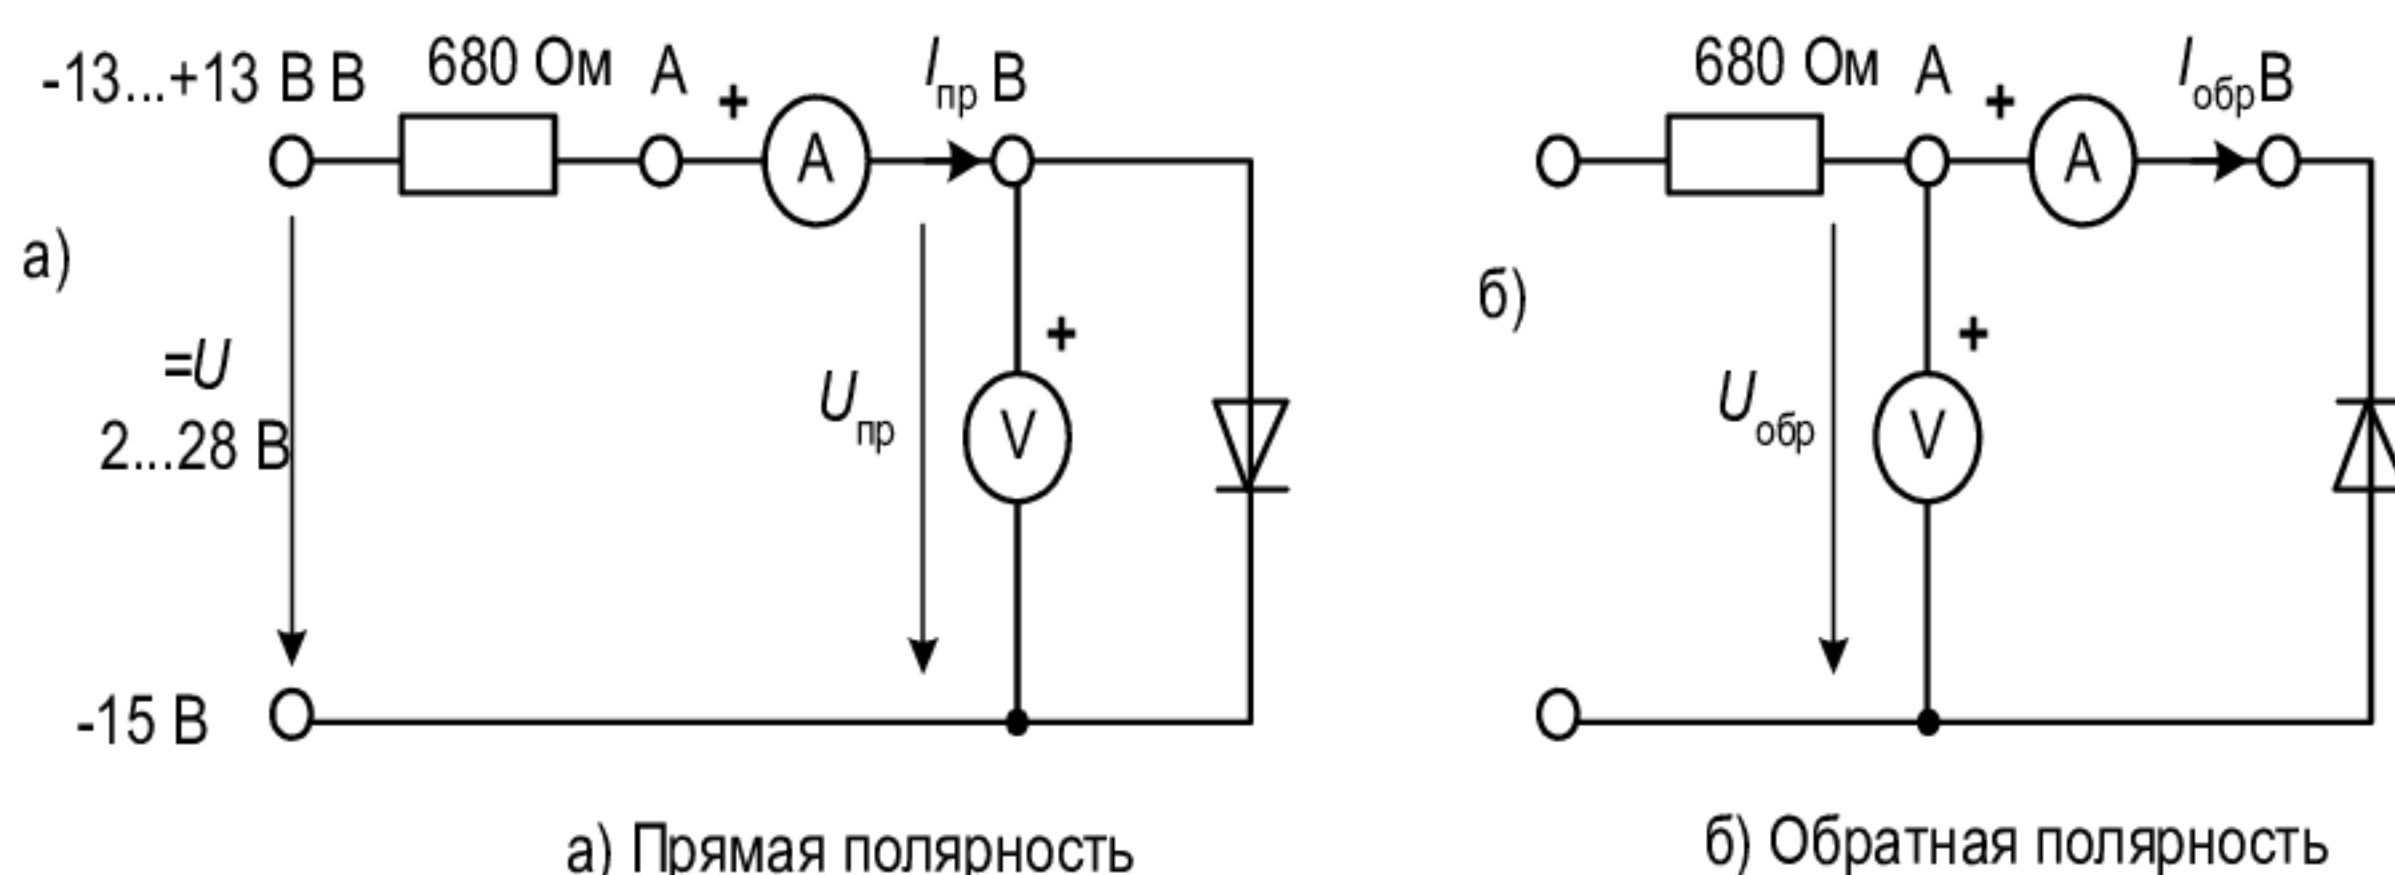

Рисунок 8.3 – Схема включения диода
1. Соберите цепь (рис.8.3. а) для снятия прямой ветви вольтамперной характеристики диодов. Обратите внимание, что вольтметр этой схеме подключён к точке «В» (после амперметра.) и на его показания не влияет падение напряжения на амперметре, которое соизмеримо с прямым падением напряжения на диоде. В то же время ток через вольтметр несоизмеримо мал с прямым током диода и не вносит заметной погрешности в показания амперметра.